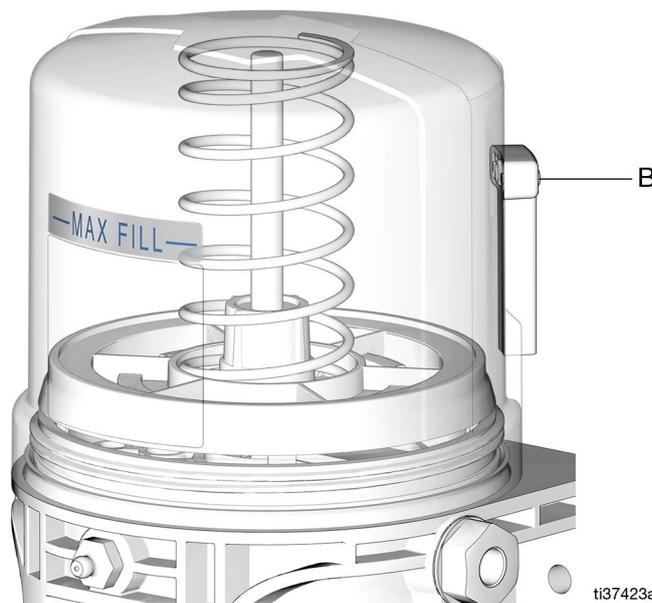

FIG. 20
3. Llene el depósito con grasa NLGI hasta la línea de llenado máximo (MAX FILL, FIG. 20).
NOTA: No debería utilizarse el tubo de ventilación (B) como indicador de llenado excesivo (FIG. 20).